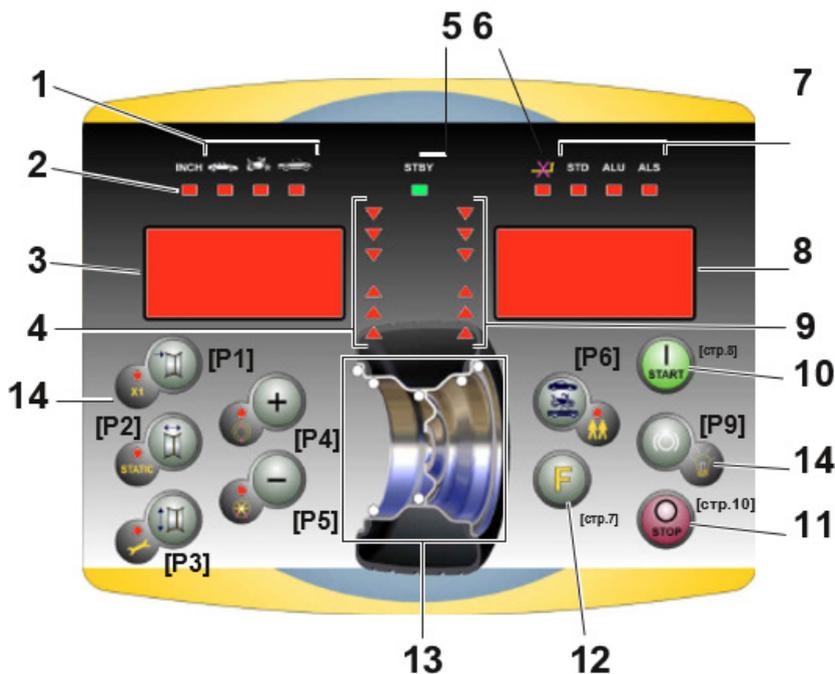

Рис. F1. Панель управления
Рис. F1а. Пример кнопки с указанием основной и дополнительной функции
- Тип программы – Светодиод [7]. См. рис. F1.
- Вес дисбаланса – Светодиод [13]. См. рис. F1.